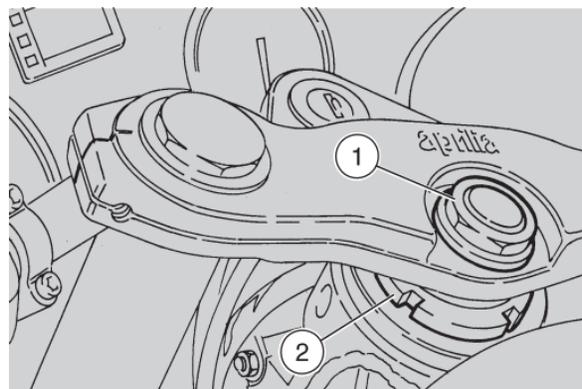

Fig. 43
- se fosse necessaria la regolazione del gioco, allentare il controdado (1-Fig. 43) ed intervenire con l'apposita chiave sul dado di registro (2-Fig. 43), per recuperare il gioco;
- serrare a fondo il controdado (1-Fig. 43).